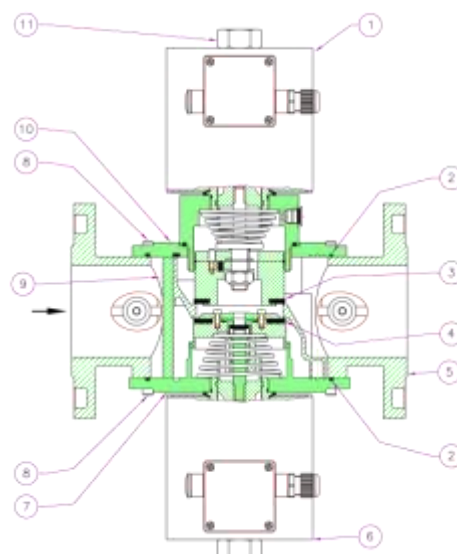

Рис. 2
- **DN 32 ÷ DN 150:** (см. рис. 2 и 3) Отпустить гайку (13) и снять электромагнитную катушку (12). Отпустить винты крепления (10) и осторожно снять крышку (11) с корпуса клапана (4). Проверить состояние затвора (5) и, при необходимости, заменить резиновую прокладку (6). Собрать клапан, выполняя обратную последовательность действий.